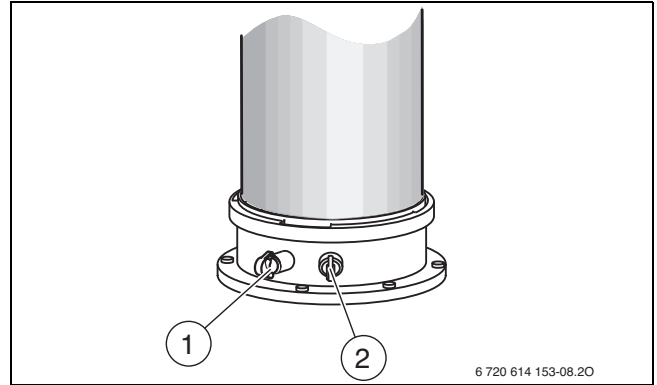

Рис. 134 Штуцер для измерения дымовых газов и штуцер для измерения воздуха для горения
- ▶ Снимите заглушку с измерительного штуцера дымовых газов [1] (→ рис. 134).